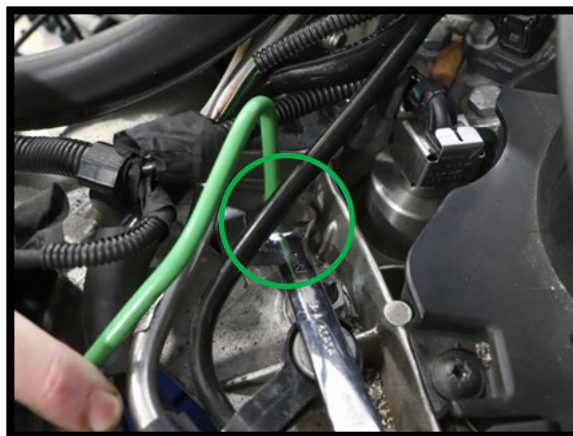

图5
6. 断开空气管路, 拆下气管接头, 以下页的图片为例。(图5·6)